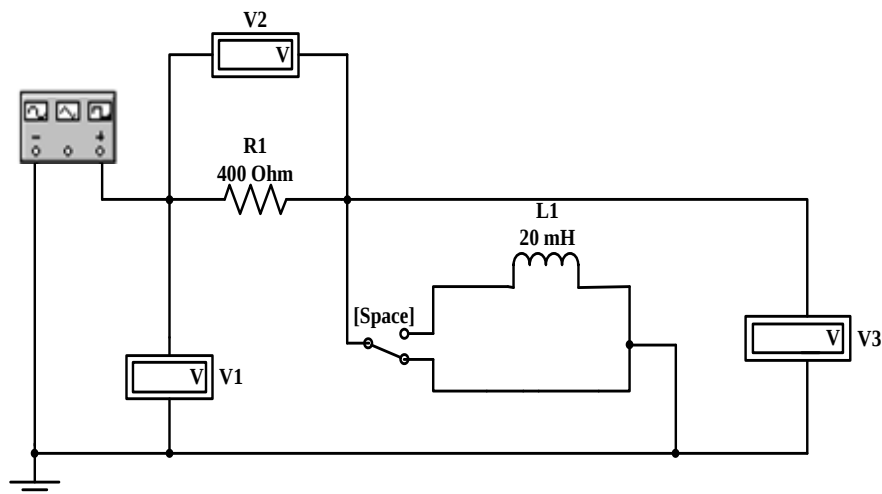

Рисунок 4.1
- 6.3. Электрическая схема (См. Рис. 4.1)
- 9.1. Смоделируйте схему для исследования неразветвленной цепи (См. Рис. 4.1)